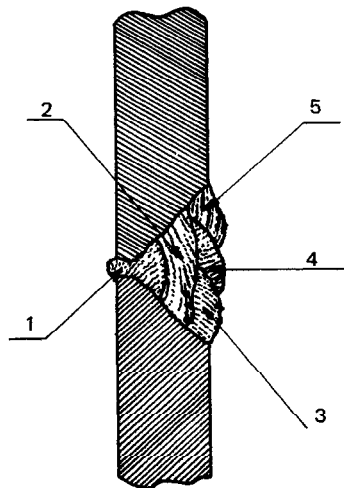

Figura 2.122
2. Los cordones deben ser superpuestos como indica la figura 2.122.